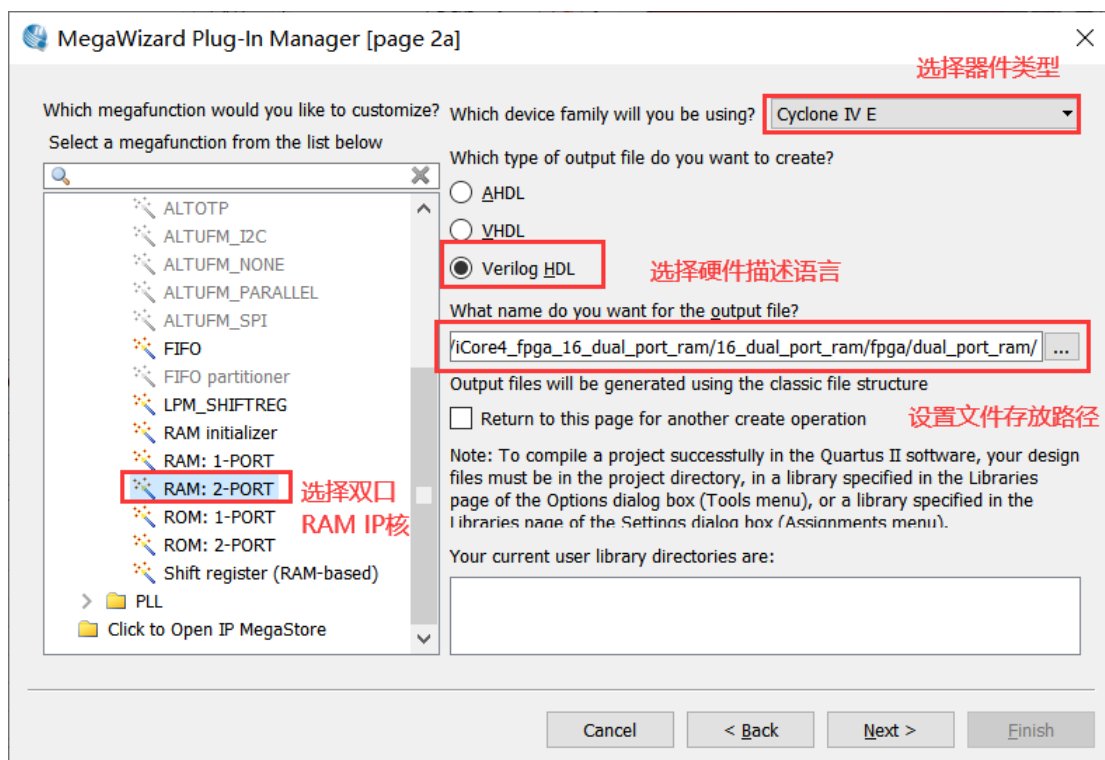

图 16-5
3、在该界面中选择双口 RAM IP 核、芯片类型、硬件描述语言类型及 IP 核相关文件存储位置，如图 16-5 所示。